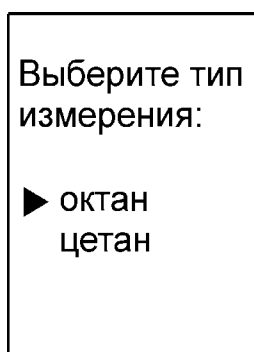

Рисунок 9 — Выбор типа измерения
- нажатием кнопки $\leftarrow$ войти в подменю и кнопками $\uparrow$, $\downarrow$ установить курсор на выбранный тип измерений (рисунок 9);